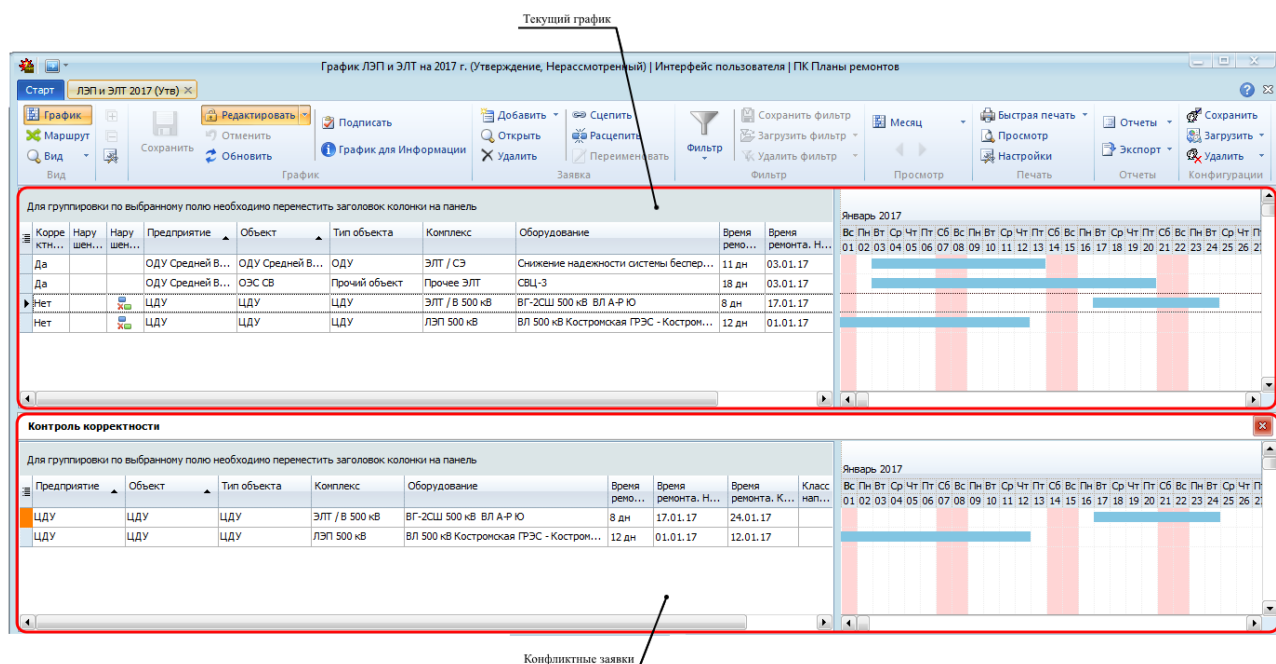

Рисунок 10.34 – Режим просмотра графика «Контроль корректности»
- **«Контроль корректности».** Данный режим необходим для проверки графика на корректность: контроль несовместимости ремонтов и контроль нарушения совместимости ремонтов (Рисунок 10.34) (см. раздел «10.10 Контроль корректности графика»). Включение режима осуществляется выбором пункта «Контроль корректности» из раскрывающегося списка по кнопке « Вид» (Рисунок 10.30). Данный режим просмотра недоступен для выбора в графике с целью «Уведомление».